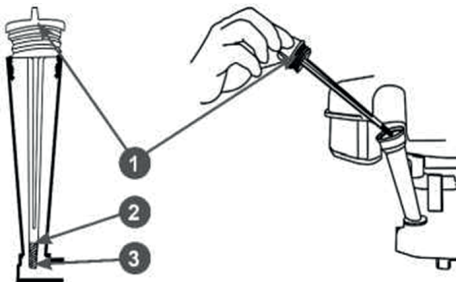

Рис. 23. Крышка-щуп маслозаливной горловины
5. Осторожно открутите крышку-щуп 1 (Рис. 23) маслозаливной горловины, протрите его насухо и отложите в сторону.
9. Установите крышку-щуп в отверстие маслозаливной горловины, не закручивая ее. Аккуратно вытащите щуп и осмотрите его. Уровень масла должен соответствовать верхней отметке 2 на щупе (Рис. 23).
3. Извлеките основной фильтрующий элемент 2 (Рис. 23).